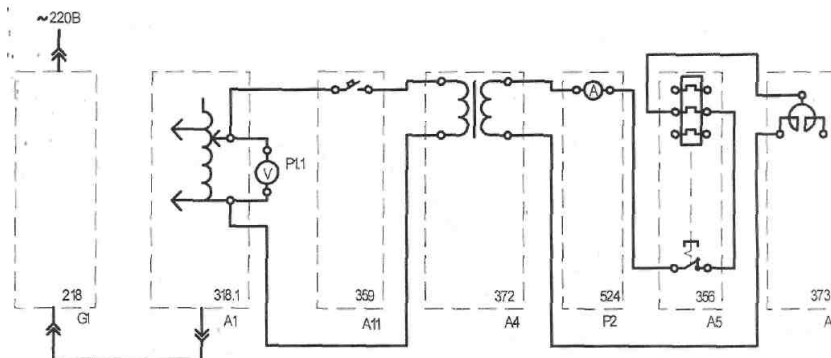

Рис. 3.1. Схема электрическая соединений для снятия времятоковой характеристики электротеплового реле
**К пункту 1.2.** Схема электрическая соединений элементов стенда показана на рис. 3.1.